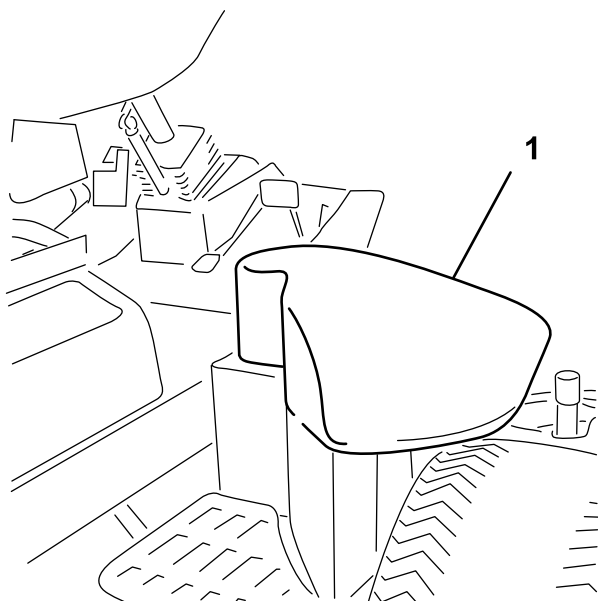

Figura 34
2. En el lado derecho del tractor, levante la tapa del depósito de aceite hidráulico (Figura 34).